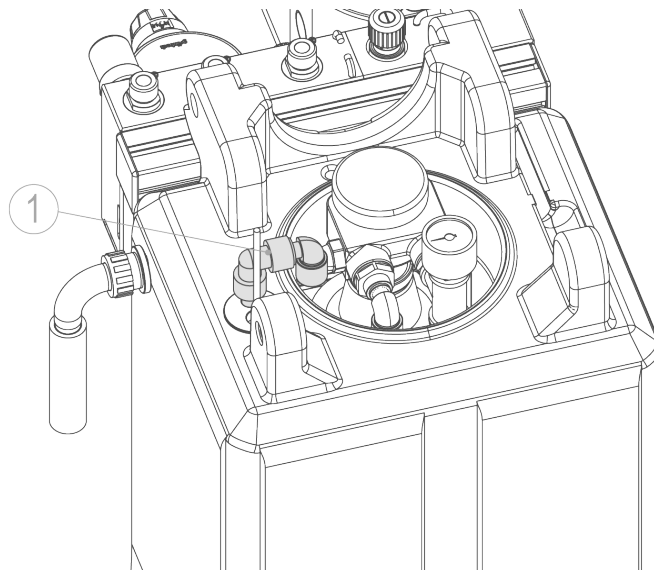

Abb. E-1: Permeatleitung RO 125K-TS
Permeatleitung vom Vorlagetank (siehe Abb. E-1, E-2, Pos. 1) demontieren und mit separatem Schlauch zum Kanal führen.
- Permeatleitung an Vorlagetank wieder montieren (siehe Abb. E-1).